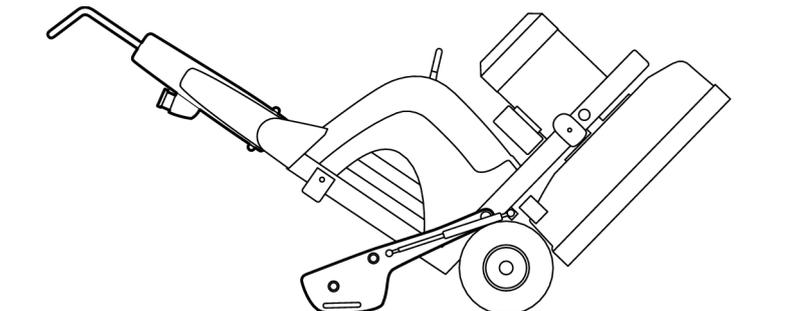

Figura 4-9. Ripiegamento all'indietro
3. Ribaltare la macchina all'indietro con cautela finché i pesi non toccano il pavimento, vedere Figura 4-9, pagina 21.